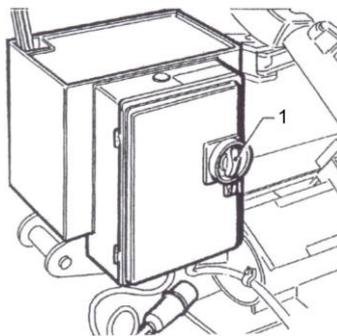

Рисунок 4 Шкаф силовой
4.2.3 Шкаф силовой (см. Рисунок 4), конструктивно представляет собой сварной шкаф с дверью, закрывающейся на замок и имеющей знак « ⚡ » по ГОСТ 12.4.026-76. На дверце шкафа расположен автоматический выключатель 1, предназначенный для включения и выключения электропитания, он обеспечивает защиту станка от короткого замыкания, а также тепловую защиту электродвигателей. Пускатели, установленные внутри шкафа, предназначены для включения вращения шпинделя в нужном направлении. Трансформатор, установленный внутри шкафа, преобразует напряжение 220 В в 24 В для цепей управления. Выпрямительный мост преобразует переменное напряжение 24 В в постоянное, для управления гидрораспределителями.